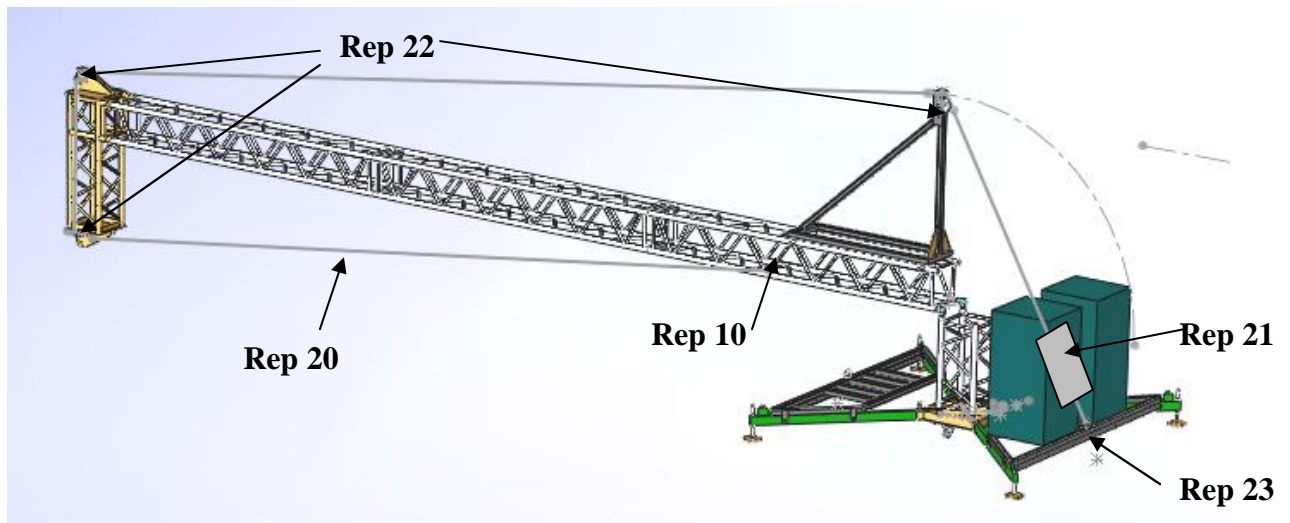

fig.11
c) Passer le câble (ou la chaîne) (rep 20) du treuil (rep 21) dans les 3 poulies (rep 22) et le fixer au mât 1 (rep 10). Le treuil (rep 21) est fixé sur l'anneau (rep 23) du support lest à l'aide d'une élingue (élingue de 1T CMU), (fig. 11).